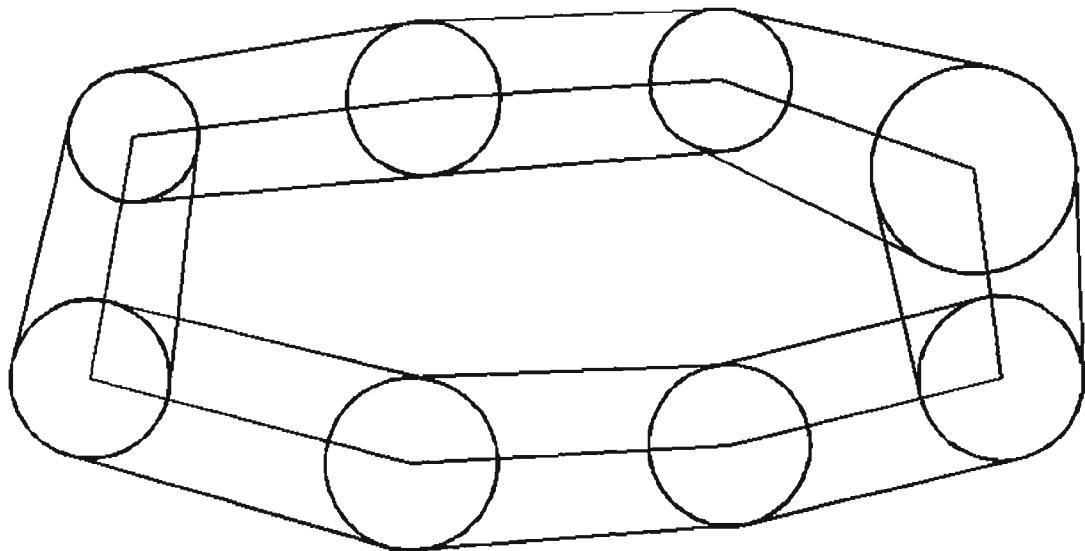

Рис. 3.4. Окружности, заданные радиусами, касательные к ранее выполненным объектам
3.2.4. Начертить восемь окружностей. Соединить центры окружностей отрезками прямых. Провести наружные и внутренние касательные от одной окружности к другой (рис. 3.4). Объектные привязки настроить в окне Drafting Settings (Параметры привязки).